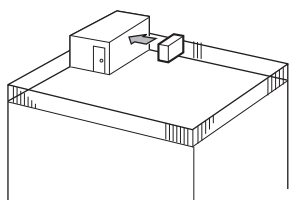

Fig. 2-2
- ① Rikta luftutblåset mot närmaste vägg, cirka 50 cm från väggen. (Fig. 2-2)